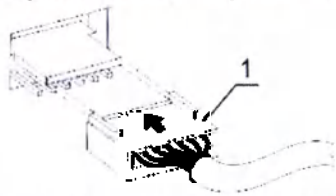

Рисунок 1. Подключение термоблока
- Выбрав термоблок, подсоедините штекер к разъему согласно схеме на рис. 1. Убедитесь, что разъем установлен плотно, до упора.
Внимание! По истечении заданного интервала времени вращение платформы прекращается автоматически, но нагрев можно прекратить, только сокращая температуру кнопкой **T (°C) ▼** (рис. 1/3, нижняя кнопка) до появления индикации OFF в верхней части дисплея.